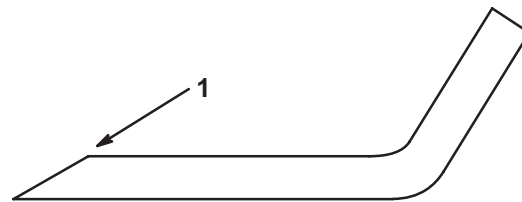

Figure 33
1. Au moyen d'une lime, aiguïsez les tranchants aux deux extrémités de la lame (Fig. 33) en veillant à conserver l'angle de coupe d'origine. Limez la même quantité de métal sur chacun des deux tranchants pour ne pas déséquilibrer la lame.